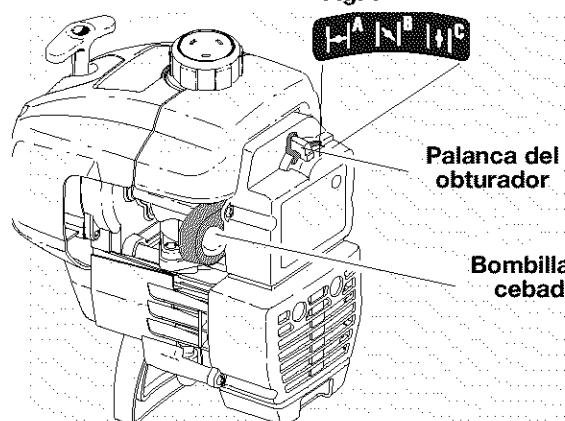

Fig. 8
- Oprima completamente y suelte la bombilla del cebador de 5 a 7 veces. El combustible debe estar visible en la bombilla (Fig. 8).
- Mueva la palanca del obturador (Fig. 8) a la posición **CHOKE** (I A).
NOTA: Si el motor se inunda al intentar arrancar la unidad, coloque la palanca del obturador en la posición de **MARCHA (RUN)** (C) I (Fig. 8). Oprima el control del regulador. Tire de la cuerda de arranque rápidamente. El motor debe arrancar luego de tres (3) a ocho (8) tirones.